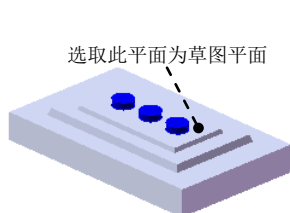
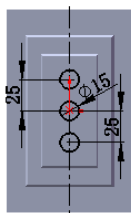

图 17.8.13 凸台—拉伸 4
图 17.8.14 横断面草图
Step7. 创建图 17.8.13 所示的零件基础特征——凸台一拉伸 4。选择下拉菜单 **插入(I)** → **凸台/基体(B)** → **拉伸(E)...** 命令; 选取图 17.8.13 示的面作为草图平面, 绘制图 17.8.14 所示的横断面草图。采用系统默认的₁方向, 在 **方向1** 区域的下拉列表中选择 **给定深度** 选项, 在文本框中输入深度值 5.0, 并选中 ☒ **合并结果(M)** 复选框。